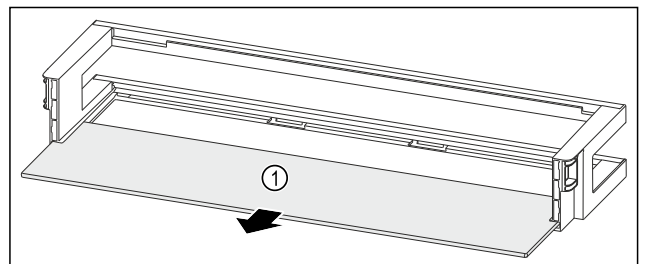

Fig. 120 Дверная полка со съемной полкой
- ▶ Извлеките съемную полку Fig. 120 (1).